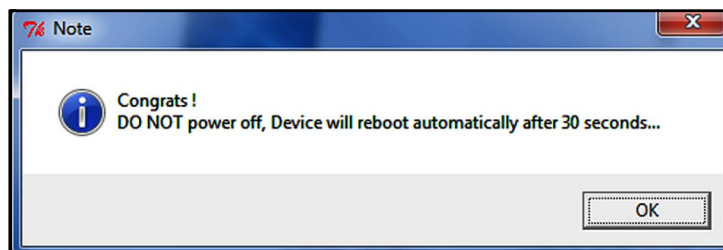

Abbildung 37: Neustartmeldung
7. Nachdem der Fortschrittsbalken anzeigt, dass das Firmware-Update vollständig abgeschlossen ist (ca. 10 Minuten), wird die unten dargestellte Meldung *Abbildung 37* angezeigt. Beachten Sie, dass der AT600 nach 30 Sekunden automatisch neu gestartet wird.